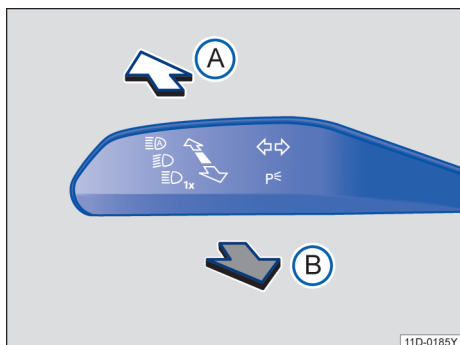

图 69 转向信号灯 / 远光灯操作杆
- 将转向信号灯和远光灯操纵杆从中间位置移至下列位置→图 69: